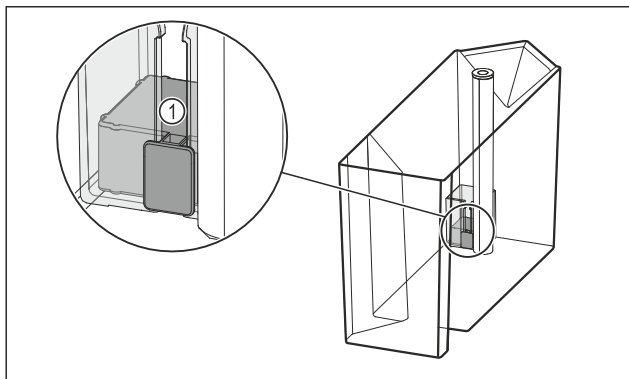

Fig. 100
- ▶ Проверьте, не застрял ли поплавок Fig. 100 (1). Если поплавок застрял: